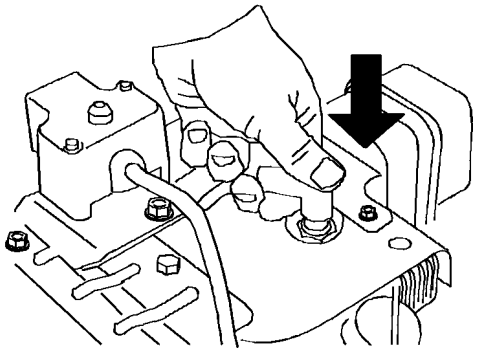

Figura 24
1. Collegate il cappello della candela (Figura 24).